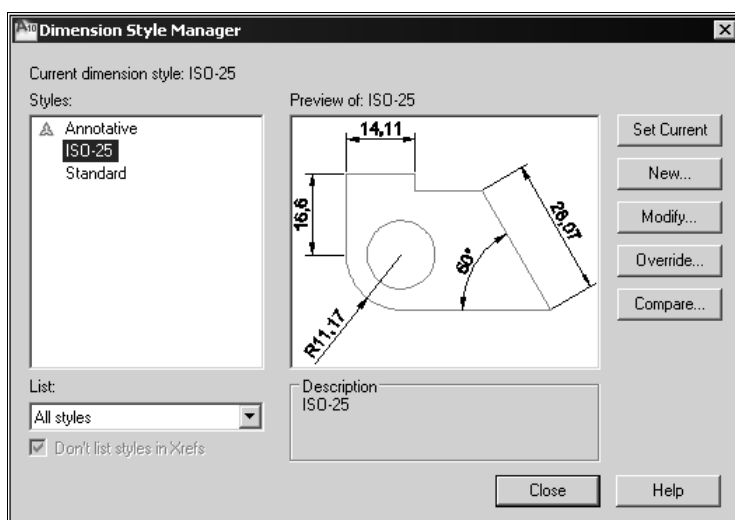

Рис. 13.1. Диалоговое окно **Dimension Style Manager** диспетчера размерных стилей
По умолчанию в программе установлены размерные стили — **ISO-25**, **Standard** и **Annotative** (Аннотативный), обладающие разными свойствами. Размеры, нанесенные масштабируемым стилем **Annotative** (Аннотативный), масштабируются на модели и видеокранах листа так, чтобы они имели одинаковые величины размерных элементов при выводе на печать с разными масштабами. Слева от наименования этого стиля имеется значок  **Annotative**, отмечающий эти его особенности (см. рис. 13.1).
1. Откройте горизонтальное меню **Format** (Формат) и выберите в нем **Dimension style** (Размерные стили) или щелкните мышью на кнопке **Dimension style** (Размерные стили) панели инструментов **Styles** (Стили). Появится диалоговое окно **Dimension Style Manager** (Диспетчер размерных стилей) (рис. 13.1). Кнопки в этом окне предназначены для реализации следующих операций:
Нанесение размеров в чертеже выполняется текущим стилем, который можно установить в диалоговом окне **Dimension Style Manager** (Диспетчер размерных стилей) (см. рис. 13.1) или воспользоваться раскрывающимися списками с размерными стилями, которые имеются на следующих панелях инструментов: